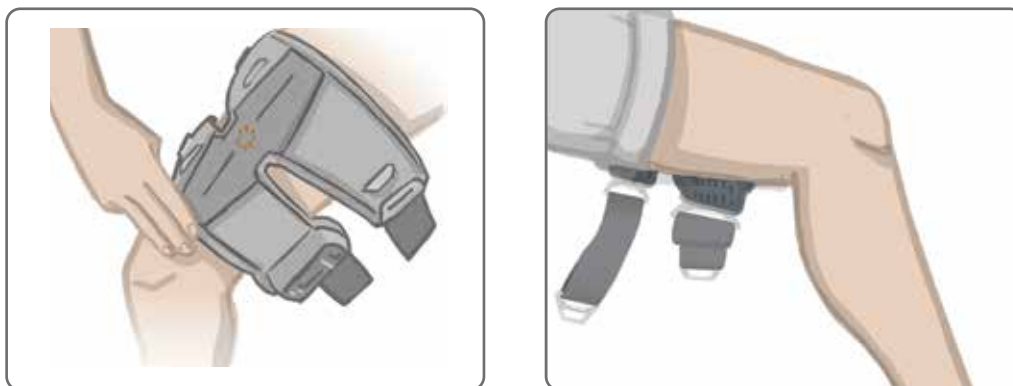

Figura 8-17: Poziția corectă a locatorului pentru jambiera Thigh
4. Poziționați locatorul pentru jambiera Thigh (un marcaj tactil pentru deget) pe linia mediană a coapsei, la aproximativ trei lățimi de deget de rotulă pentru stimularea cvadricepsului sau de fosa popliteală pentru stimularea mușchilor lojei posterioare a coapsei. Consultați Figura 8-17.